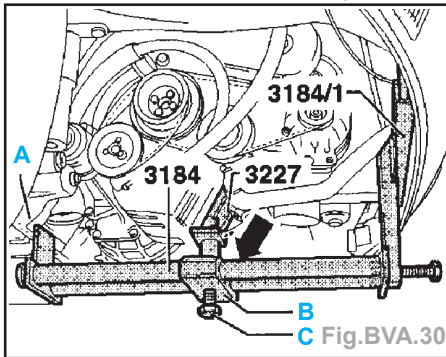

Fig. BVA.30
- Accrocher le dispositif de maintien (outil 3184) dans le support auxiliaire (outil 3184/1) et dans le berceau (A), puis visser la broche (C) dans l'alésage du support-moteur (3227 ou 3230) (Fig. BVA.30).